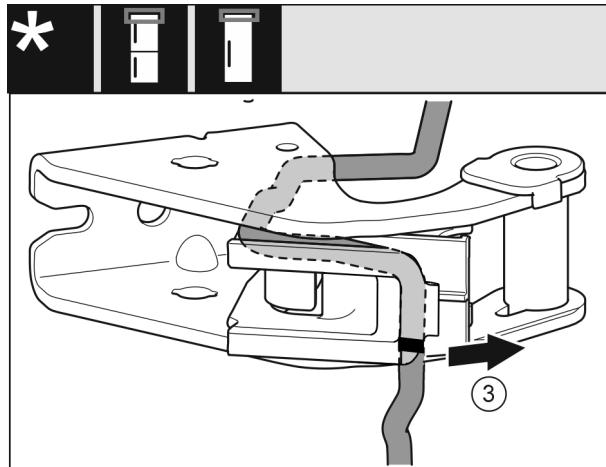

Fig. 27
- Демонтируйте кабель с держателем кабеля из опорного кронштейна. Fig. 27 (3)